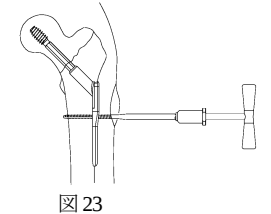

図 23
- 18) 骨質が硬い場合は、45 コーティカルスクリュータップに T ハンドルを装着し、プレタップを行います。(図 23)